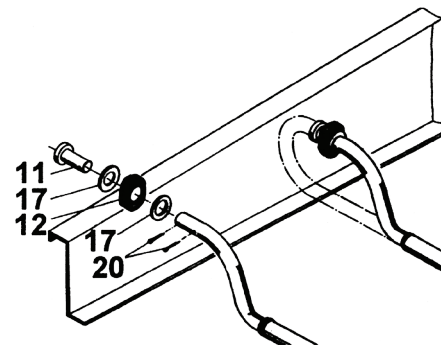

Fig. 3
Insert the rubber grommets (fig. 3/12) into the pre-punched holes on the left hand part of the chassis member. Thread a washer (21) (fig. 3/17) onto each telescopic tube and insert the tubes through the rubber grommets. Insert another washer (21) (fig. 3/17) and the lug type bushing onto the ends of the tubes. Secure the telescopic tubes on to the chassis by fixing them either side with 2 x 4x36 split pins (fig. 3/20).
In die vorhandenen Bohrungen im linken Rahmenteil (in Fahrtrichtung) Gummitüllen (Bild 3/12) einschieben. Auf jedes Teleskoprohr eine Scheibe 21 (Bild 3/17) fädeln und Rohre durch die Gummitüllen stecken. Auf die Rohrenden eine weitere Scheibe 21 (Bild 3/17) sowie eine Ansatzbuchse (Bild 3/11) aufstecken. Durch beidseitiges Befestigen mit je 2 Splinten 5x30 (Bild 3/20) die Teleskoprohre im Rahmen sichern.